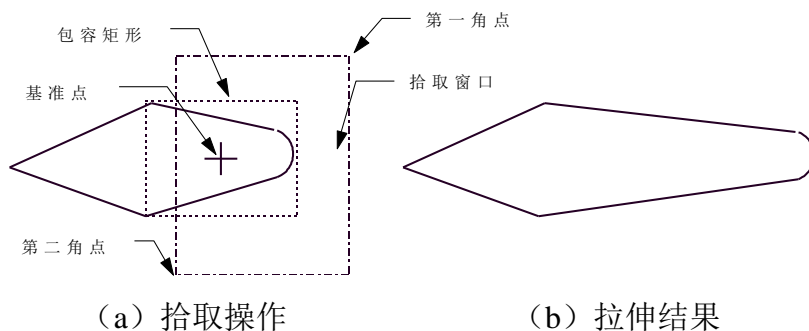

图 4-42 曲线组给定偏移拉伸
- 3) 拾取完成后，用鼠标在立即菜单【2:】中选择给定偏移，提示又变为【X、Y方向偏移量或位置点】。此时，再移动鼠标，或从键盘输入一个位置点，窗口内的曲线组被拉伸。注意：【X、Y方向偏移量】是指相对基准点的偏移量，这个基准点是由系统自动给定的。一般说来，直线的基准点在中点处，圆、圆弧、矩形的基准点在中心，而组合实体、样条曲线的基准点在该实体的包容矩形的中心处。图 4-42 (a) 中显示出了拾取窗口、包容矩形、基准点等概念。